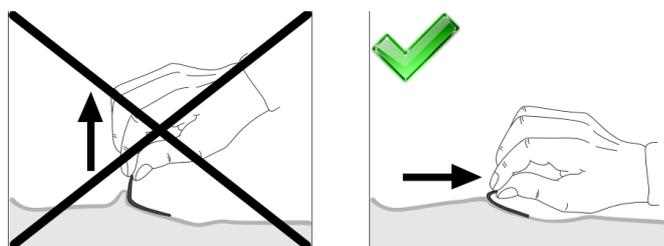

Abb. 4.9 Selbsthaftenden Elektroden entfernen
- Ziehen Sie die Elektroden vorsichtig von der Haut des Patienten ab (siehe Abb. 4.9 Selbsthaftenden Elektroden entfernen).